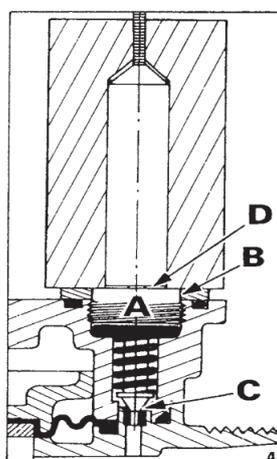

Рис.7.20
Направляющая гайка игольчатого клапана А (рис.7.20) не дает опускаться игле на седло. Уменьшить внешний диаметр В шлифовкой наждачной бумагой.
3. Контролировать наличие зазора между основанием игольчатого клапана и верхней частью гайки D (рис. 7.20).